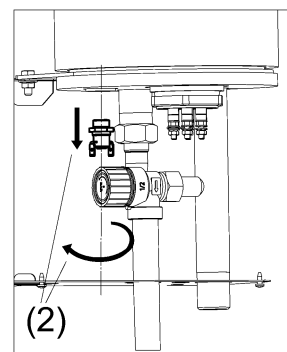

Рисунок 14. Замена реле минимального давления
- (1) Отсоедините наконечники жгута управления от реле минимального давления.
- (2) Выверните реле (см. рис. 14) из теплообменника (колбы).
- (3) Вверните новое реле в теплообменник (колбу), при уплотнении резьбы используйте специальный резьбовой герметик.
- (4) Подсоедините наконечники жгута управления.
- (5) Проверьте герметичность установки реле.
- (6) Проверьте надёжность контактов электрического подсоединения.